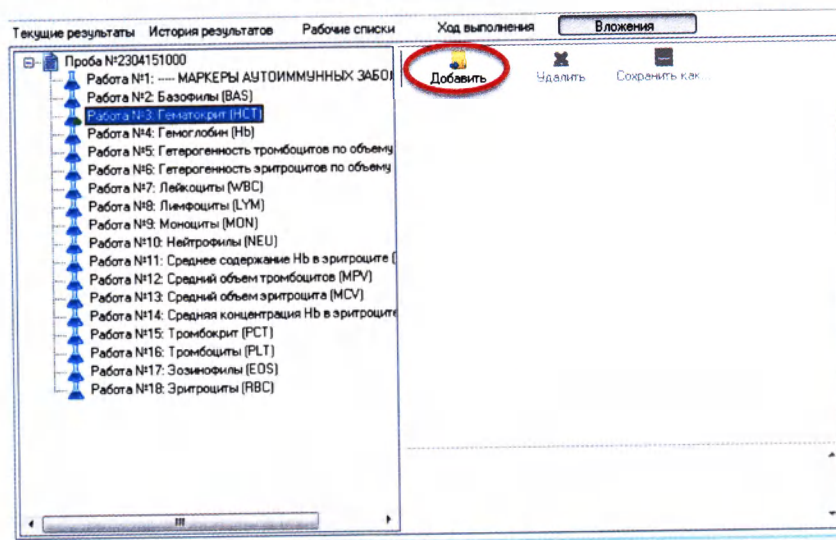

Рисунок 5.79
2. Нажмите кнопку **«Добавить»** (Рисунок 5.79):